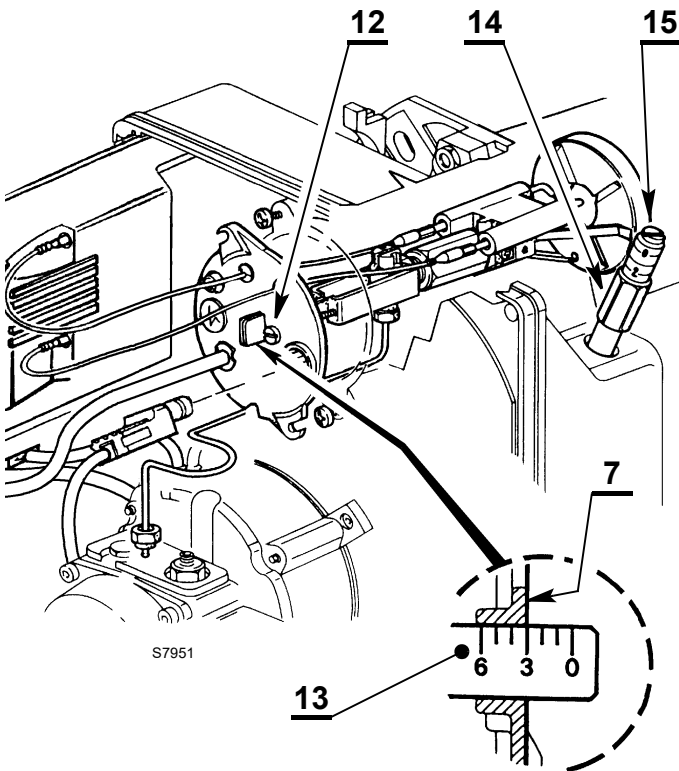

Abb. 14
- Die Stellschraube 12) (Abb. 14) so weit im oder gegen den Uhrzeigersinn drehen, bis die am Stellbügel markierte Kerbe 13) (Abb. 14) mit der Außenfläche des Düsenstocks 7) (Abb. 14) übereinstimmt.
- die Mutter 14)(Abb. 14) lockern und die Klappe über die Schraube 15)(Abb. 14) regeln.